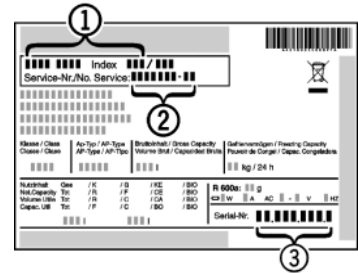

Fig. 10
- ▶ Прочетете от идентификационната табелка описанието на уреда *Fig. 10 (1)*, сервисния № *Fig. 10 (2)* и серийния № *Fig. 10 (3)*. Идентификационната табелка се намира на лявата вътрешна стена на уреда.
- ▶ Обадете се на сервисната служба и посочете неизправността, описанието на уреда *Fig. 10 (1)*, сервисния № *Fig. 10 (2)* и серийния № *Fig. 10 (3)*.